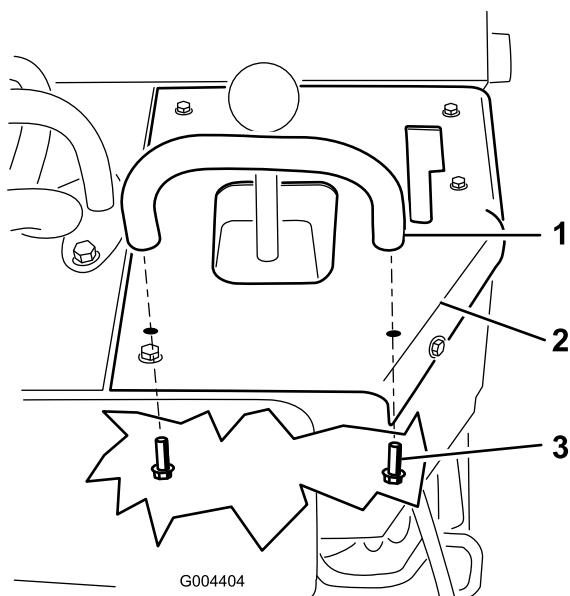

Figura 9
3. Fissate la barra di riferimento al quadro di comando utilizzando 2 bulloni (5/16" x 3/4"), montandoli dall'interno della macchina (Figura 9).